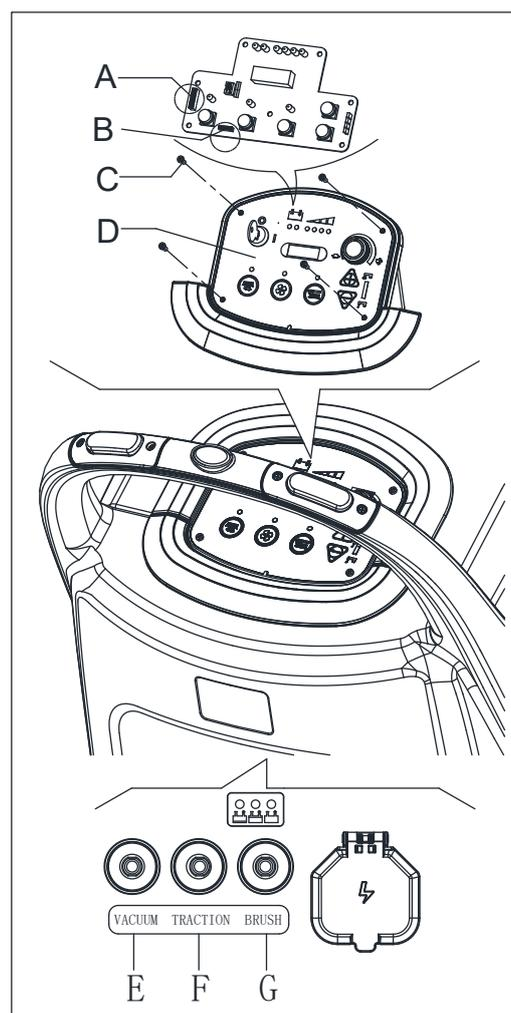

Abbildung 24
3. Entfernen Sie die Schrauben (C, Abb. 24) am Bedienfeld (D), dann drehen Sie das PCB um, um die Sicherung (A, B, Abb. 24) zu lokalisieren.
- F) F4-Trennschalter, Schutzschalter Antriebssystem: (17) (*) (nur für Scheibenmaschine)